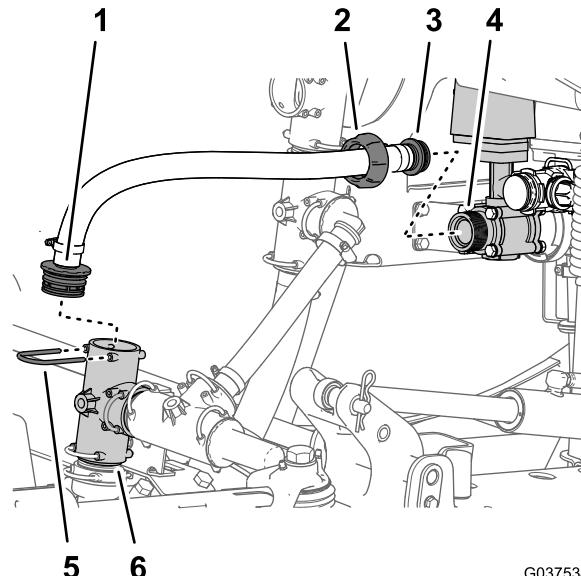

Figura 37
4. Desaperte completamente a porca de orelhas do tubo de fornecimento do pulverizador da união rosada da válvula de controlo principal (Figura 37).
5. Retire o retentor que prende a união estriada reta da tubagem de fornecimento do pulverizador e a união em T à bomba do pulverizador (Figura 37).
6. Retire o tubo de fornecimento do pulverizador da máquina (Figura 37).